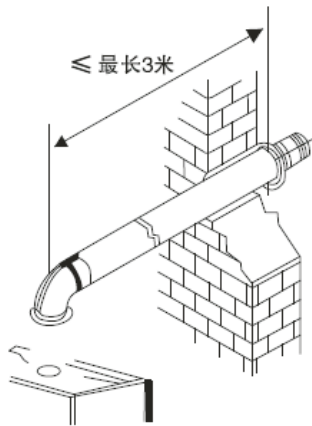

图 3-4
- 最大允许长度（每增加一个90度的弯头，相当于烟管长度增加了1米）为3米（如图3-4）。